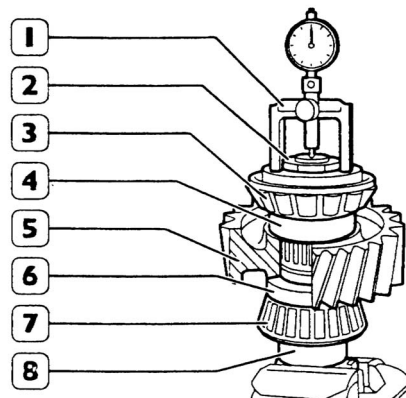

Figura 59
- El distancial (4).
- El rodamiento (3).
2. Montar la tuerca (2) y apretarla totalmente.
3. Instalar la pieza (1) de la herramienta 99395027 (8) equipada con el reloj comparador en el rodamiento (3). Cerar el reloj comparador en la extremidad de la herramienta (8) y retirar:
- El soporte del comparador (1).
- La tuerca de fijación (2).
- El engranaje (5).
- La arandela de ajuste (6) del rodamiento (7) de la herramienta (8).
4. Instalar la herramienta 99395027 (8, figura 59) en la carcasa del diferencial, completa con el rodamiento (7, figura 59), la arandela de ajuste (6), el engranaje (5), el distancial (4), y el rodamiento (3). Apretar la tuerca (1) de la herramienta .
6. Instalar nuevamente el soporte del comparador (1) en la carcasa del diferencial, con el comparador anteriormente cerrado en el rodamiento (3) y verificar la diferencia eventualmente existente en la "Cota B".